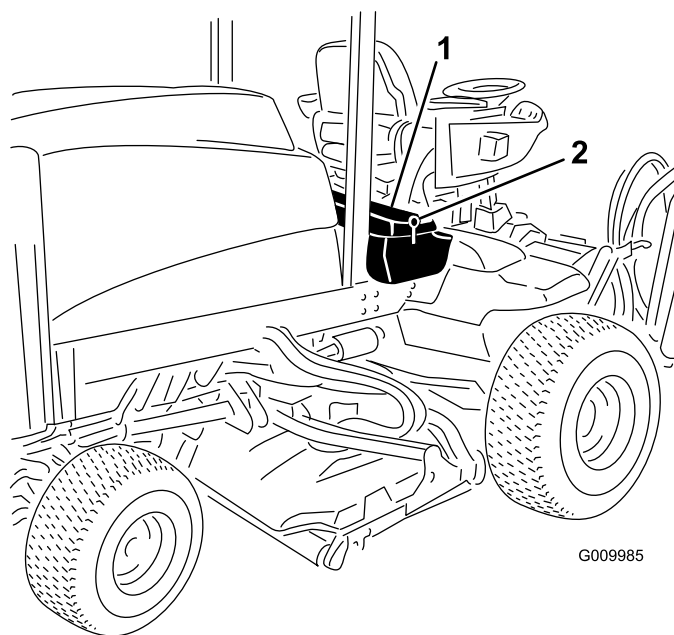
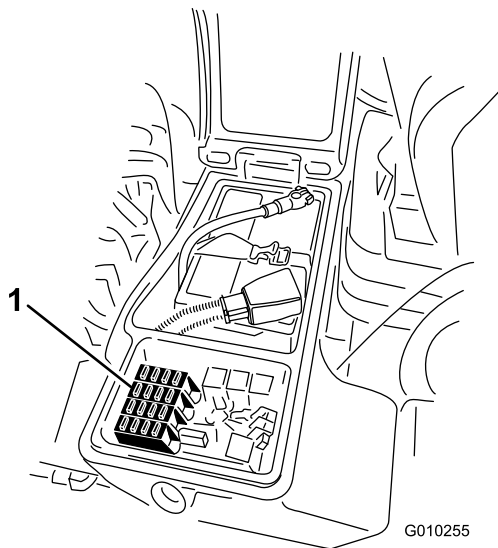

図 55
図 56
1. 右側の物入れのカバーのラッチを外してベルトカバーを外し 図 55、ヒューズブロックを露出させる 図 56。
2. 必要に応じてヒューズを交換する 図 56。
3. 右側の物入れのカバーを閉じてラッチで固定する 図 55。